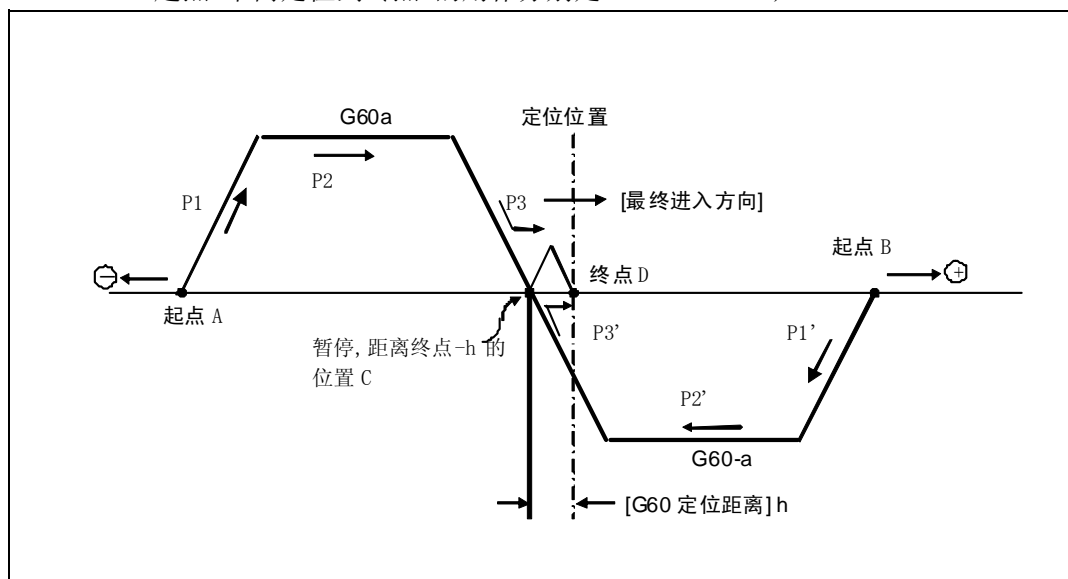

图6-12 G60定位示意图
(1) 机床制造商预先在参数中设定了单向定位距离 h ，执行单向定位时，机床先移动到距终点 $-h$ 的位置，再移动到终点位置，完成定位。如下图6-12，起点A、起点B单向定位到终点D的用作分别是：P1 -P2 -P3；P1' -P2' -P3'。